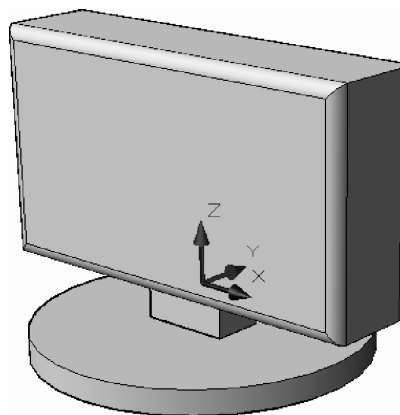

Fig. 7.6 Cilindrul plăcii de bază
9. Se modelează placa de bază – un cilindru de diametru $\varnothing 26$ și înălțime 2 – vezi Fig. 7.6. Se selectează pictograma **Cylinder** de pe panoul **3d Make** al panoului **Dashboard**.